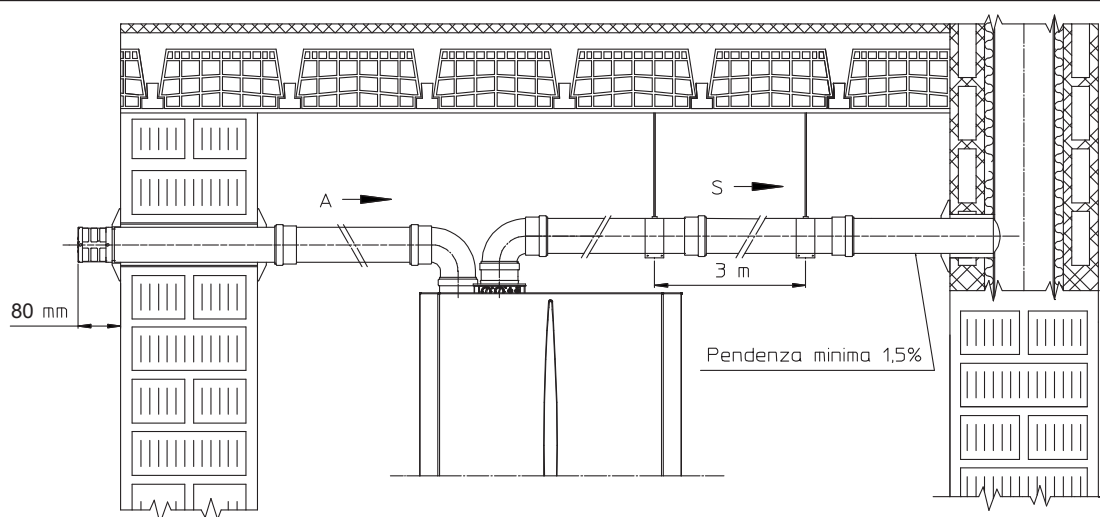

Fig. 1-22
**N.B.:** per favorire lo smaltimento dell'eventuale condensa che si forma nel condotto di scarico occorre inclinare i tubi in direzione della caldaia con una pendenza minima di 1,5% (Fig. 1-22). Durante l'installazione dei condotti Ø 80 è necessario installare ogni 3 metri una fascetta rompitratta con tassello.